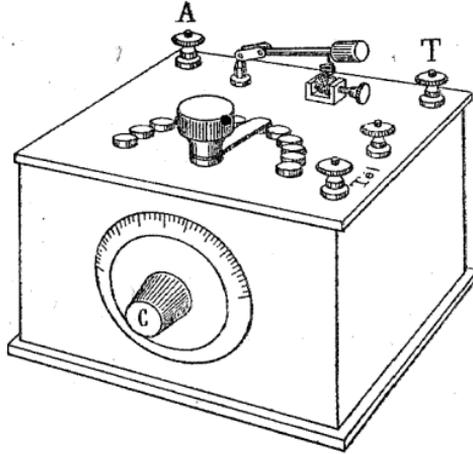

Figure 5
**Self a plots ou à curseur.** Fig. 5. — Le fil Z étant branché à la borne terre, le X à la borne antenne, en